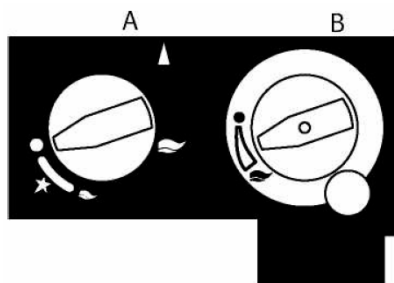

Fig. 31
Bedieningsknop A ontsteekt de brander. Bedieningsknop B regelt de vlamhoogte (zie fig. 31).
- 5) Draai de knop door tot stand ● (grote vlam) (zie fig. 31).
- 2) Stel nu met bedieningsknop B de hoogte van de vlammen in tussen de waakvlamstand ● en volstand 🔥 (zie fig. 31).